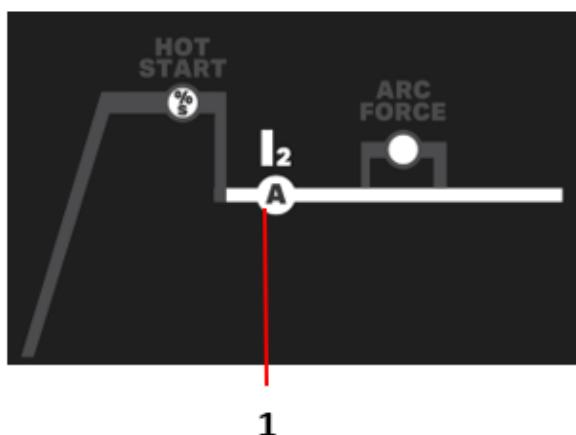

Fig. 3 – LIFTIG parámetros
**Soldadura LIFTIG****Para DC 164 e DC 204** (Ver los Artículos de la Fig. 3 A)